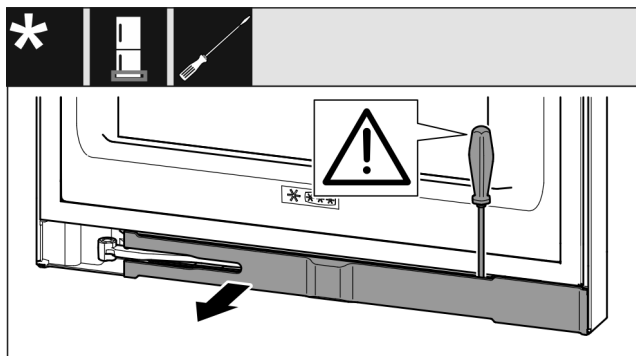

Fig. 11
- Plochým šroubovákem vyjměte záslepku a otočte ji ke straně Fig. 11 ().